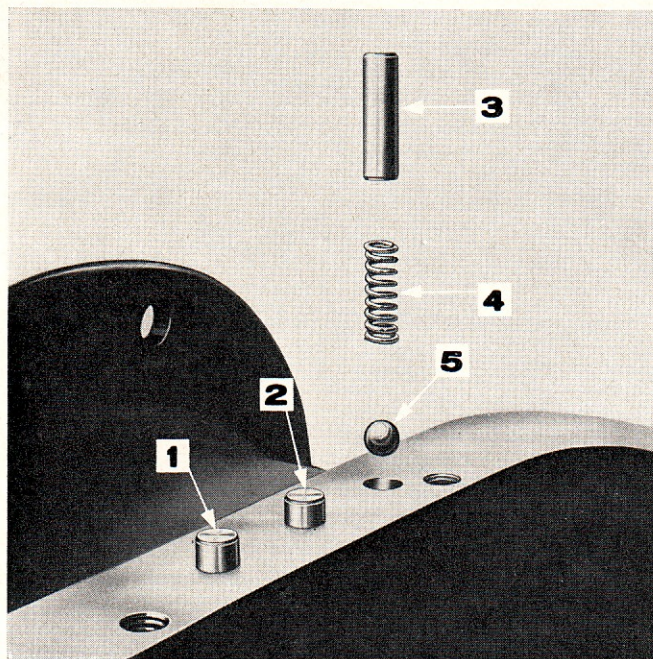
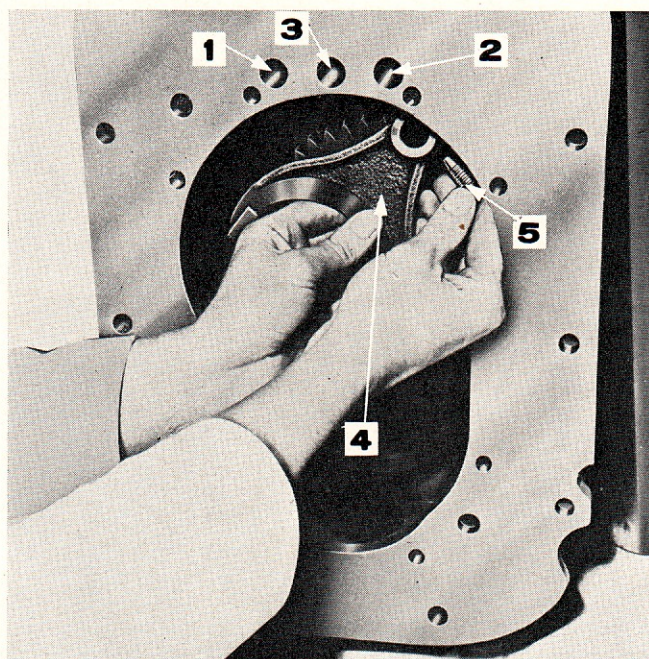

Figure 26: Plongeurs, ressort et bille de détente
Figure 27: Dépose/repose de la fourchette de passage Lent/Rapide
1. Retirer les trois plongeurs et ressorts des arbres de fourchettes de leur alésage (fig. 26). Tirer la fourchette Lent/Rapide vers l'arrière et déposer le coulisseau. Relâcher le contre-écrou, déposer la vis retenant la fourchette Lent/Rapide (fig. 27) et retirer la fourchette par l'arrière. Faire tourner l'arbre de fourchette Lent/Rapide jusqu'à ce que la vis et le contre-écrou retenant le raccord de changement de rapport soient placés en haut. Relâcher le contre-